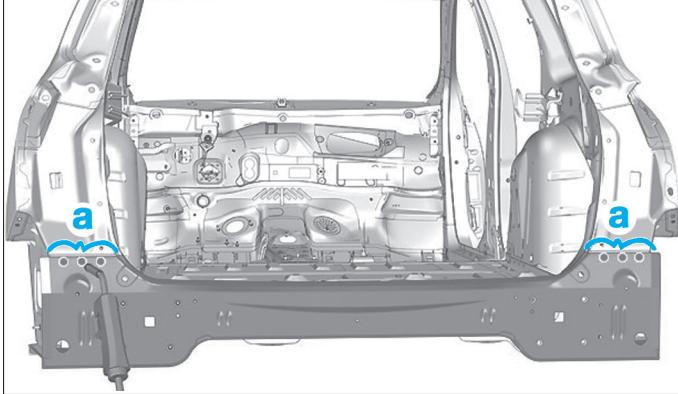

FIG. 192
- Souder par points bouchons zone (a) (Fig.192).